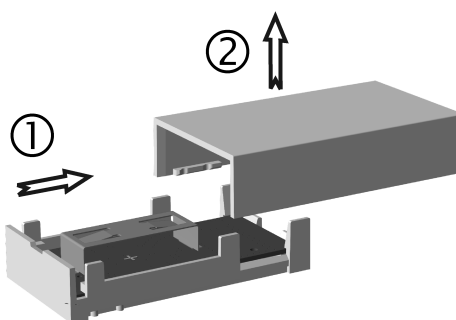

Figura 2: Sollevare il coperchio dell'alloggiamento
- Spingere l'alloggiamento fino in fondo e sollevare verso l'alto la parte superiore inclinandola lateralmente (Figura 2).